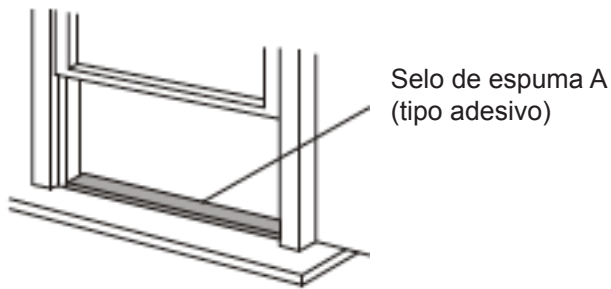

Fig. 8
1. Corte o selo de espuma (tipo adesivo) no comprimento apropriado e una-o à base da janela. Fig. 8